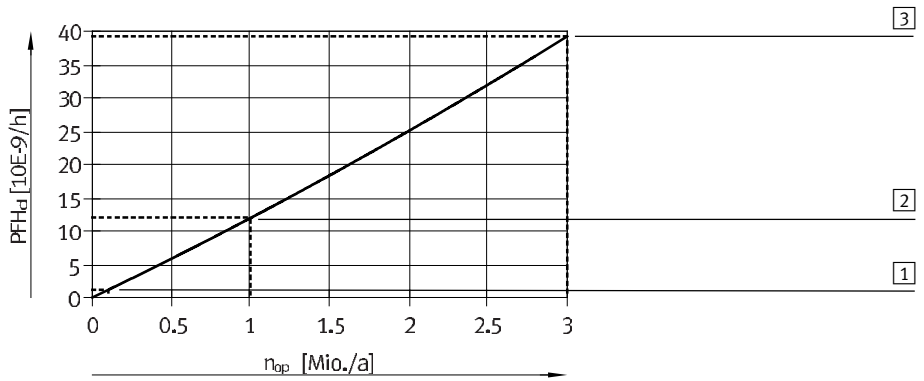

Fig. 11 Valor  $PFH_d$  en función del promedio de accionamientos anuales  $n_{op}$
Características <ul style="list-style-type: none"> <li>– categoría máx. alcanzable</li> <li>– nivel de prestaciones (PL) máx. alcanzable</li> <li>– valor característico de vida útil <math>B_{10}</math></li> <li>– grado de cobertura de diagnóstico (DC)</li> <li>– probabilidad de una avería peligrosa por hora (PFHd)</li> <li>– duración de utilización <math>T_M</math></li> <li>– componente de funcionamiento comprobado</li> </ul>	4  PL e 10 millones de conmutaciones 99 %, si las conexiones lógicas de la señal de pilotaje y el cambio de señal del sensor de proximidad (comportamiento esperado) se comprueban cada vez que se acciona una de las dos electroválvulas. → Tab. 6 y Fig. 11  20 a Sí
El bloque de control representa un subsistema de dos canales. Los valores característicos de la técnica de seguridad (→ Tab. 5) son válidos para cada canal. El valor PFHd del subsistema (→ Tab. 6 y Fig. 11) se puede calcular, p. ej. con SISTEMA2) a partir de los siguientes valores: